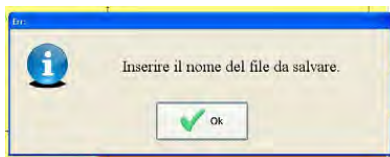

fig. S10
- Cliquer avec le bouton gauche de la souris sur l'icône "Impression" (voir ci-dessus) et une fenêtre s'ouvre (fig. S10);